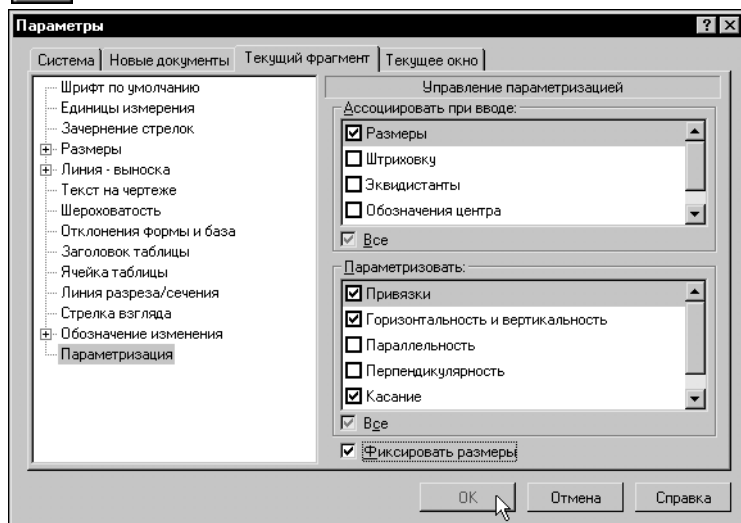

Рис. 59.61. Настройка параметризации
10. Вызовите диалог настройки параметризации и дополнительно включите опцию **Размеры** в группе **Ассоциировать при вводе** и опцию **Фиксировать размеры** (рис. 59.61).